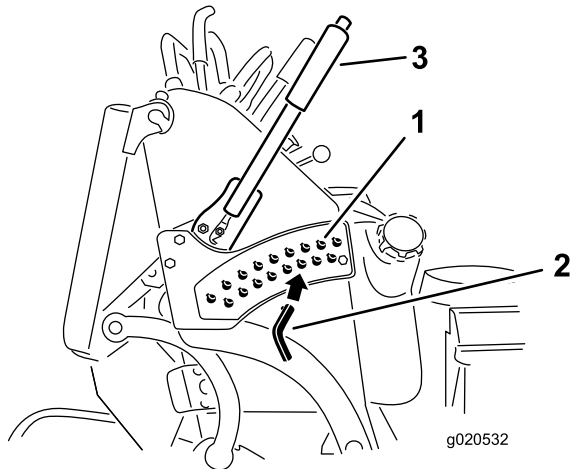

Figura 21
3. Seleccione el taladro del soporte de altura de corte que corresponde a la altura de corte deseada, e inserte el pasador (Figura 21).
4. Presione el botón y baje la palanca de altura de corte hasta el pasador (Figura 21).